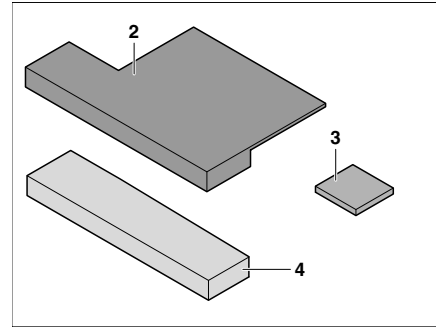

Bild 188 Extradynor
- Om sådan finns, sätter du fast sitskilen (Bild 188,3) på extradynan (Bild 188,2) (med kardborrband).